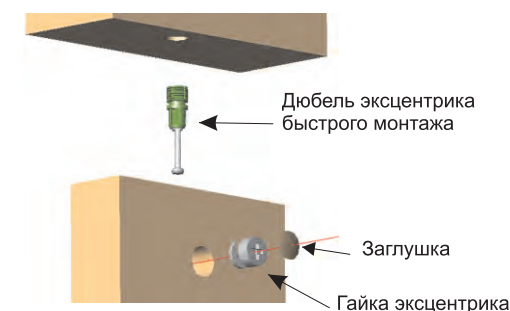

Рис.2
Установите шканты (3) в отверстия d=8 мм топа А, базы В, боковин С. Вставьте дюбель эксцентрика быстрого монтажа (1а) в топ А, в базу В, а также в боковины С (см. Рис.2). Вставьте опоры (4) в отверстия, в плоскости базы В. Соедините боковины С, полки D. Вставьте эксцентриковые гайки (1б) в боковины С и в полки D и с помощью шестигранного ключа или отвертки (в комплект не входят) затяните их по часовой стрелке до фиксации (см. Рис.2). К полученной конструкции присоедините топ А и базу В, используя эксцентриковые стяжки (1). Отрегулируйте опоры по высоте с помощью шестигранного ключа или отвертки.